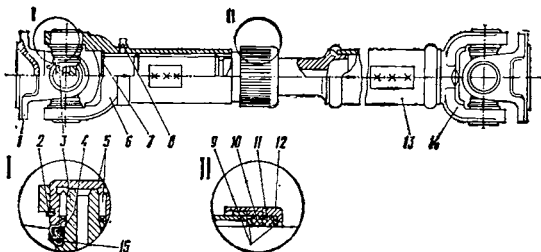

Рис. 63. Задний карданный вал:
**Задний карданный вал** (рис. 63) состоит из тонкостенной трубы 13, в один конец которой запрессована и приварена вилка 14 карданного шарнира, а в другой — шлицевой конец. На шлицевой конец установлена скользящая вилка 6 с внутренними шлицами, которая перемещается по шлицам вала при изменении его длины.